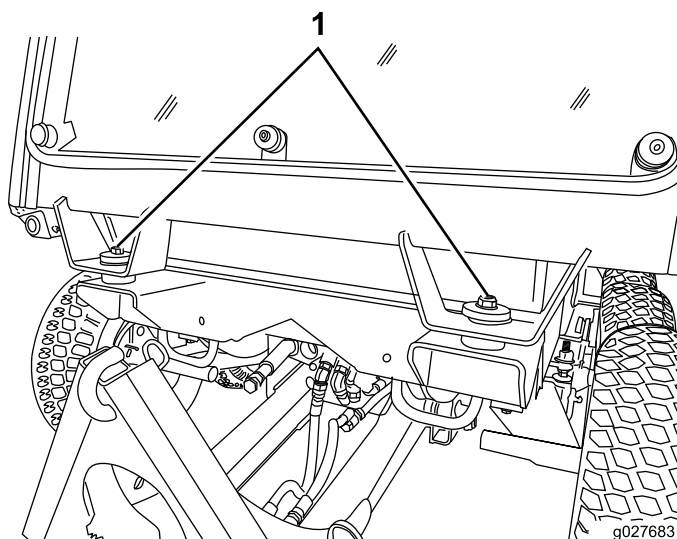
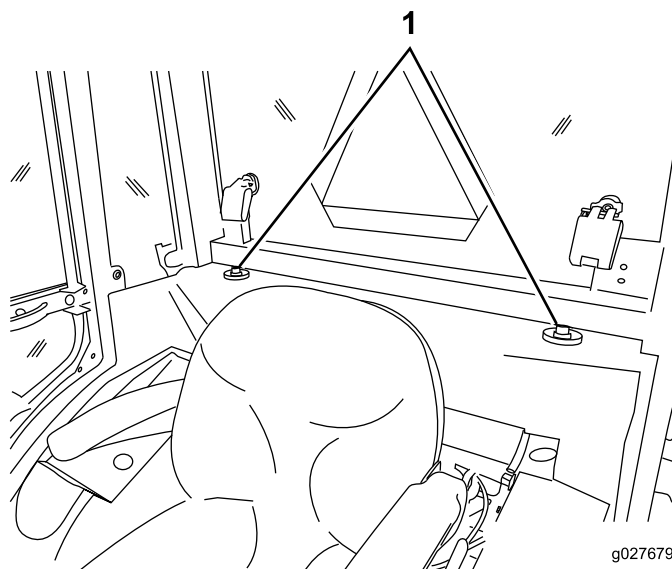

Figura 63
Figura 64
5. Individuate i punti di montaggio anteriori e posteriori sulla cabina (Figura 63 e Figura 64).